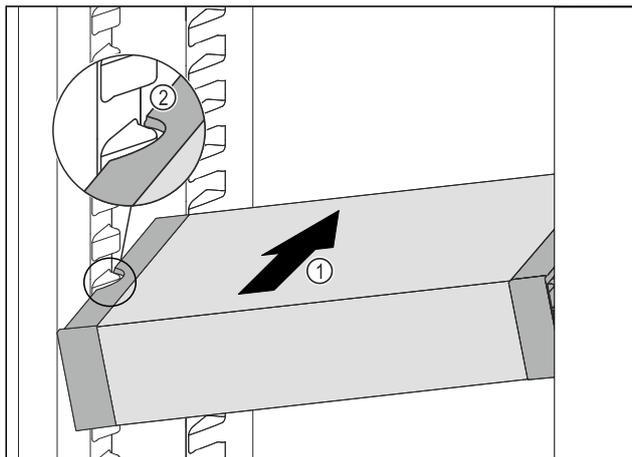

Fig. 114
- ▶ Inserte el VarioSafe en el compartimento frigorífico en ángulo Fig. 114 (1), hasta que las cavidades laterales Fig. 114 (2) del VarioSafe estén al mismo nivel que la ranura del recipiente en el compartimento frigorífico.